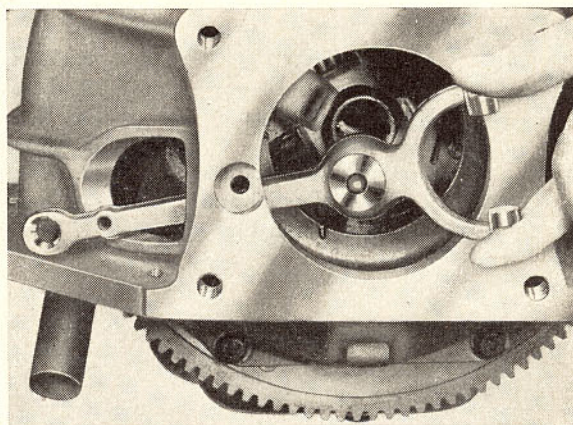

Bild 4. Demontering av urkopplingsgaffel.
5. Tag bort urkopplingsgaffeln (14) genom att först på insidan lossa ledkulan (16) något varv med en 17 mm fast nyckel och hålla den still samt därefter skruva ut skruven (15) som ledkulan sitter på. Vrid därefter urkopplingsgaffeln $\frac{1}{2}$ varv och tag ut den bakåt, bild 4.
5. Montera urkopplingsgaffeln genom att föra in den i svänghjulsåpningen omvänd och sedan vrida den ett halvt varv (bild 4) och fäst ledkulan (16) med skruven (15).